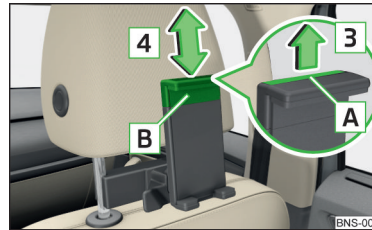

Abb. 139 Haltergröße anpassen
- Zur **Anpassung der Haltergröße** die Sicherungslasche **A** in Pfeilrichtung **3** herausziehen und den Teil **B** in Pfeilrichtung **4** in die gewünschte Position verschieben » Abb. 139.